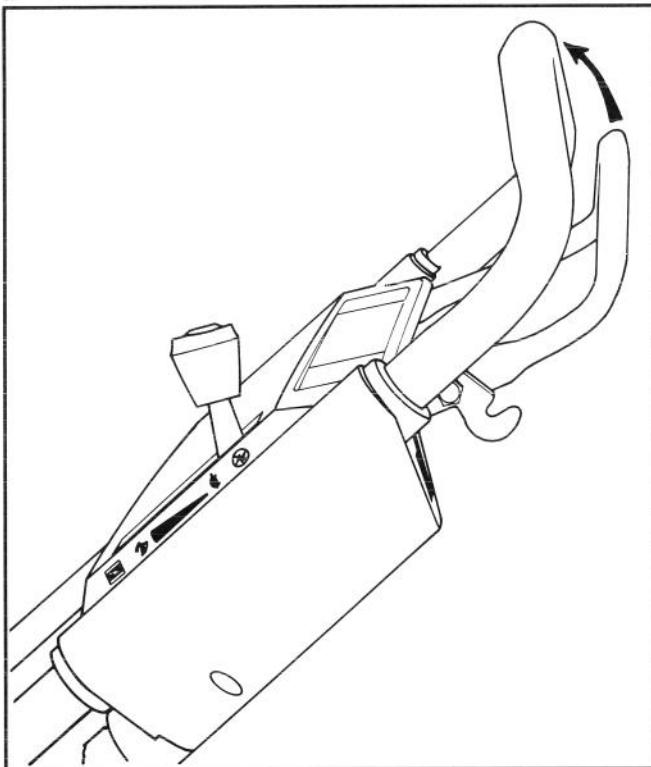

**Abbildung 9**
**1. STARTEN**—Das Zündkerzenkabel auf die Zündkerze stecken (Abb. 8). Den Gashebel auf CHOKE stellen (Abb. 9).
**Hinweis:** Startet der Motor nicht, den Gashebel in die AUS-Stellung schieben (Abb. 9) und 3 Sekunden warten. Dann die Schritte 1 bis 3 solange wiederholen, bis der Motor startet.
**4. STOPPEN** (Abb. 9)—Zum Stoppen des Motors den Gashebel in die AUS-Stellung zurückschieben. Das Kabel von der Zündkerze abziehen, wenn der Mäher unbeaufsichtigt ist oder nicht verwendet wird.